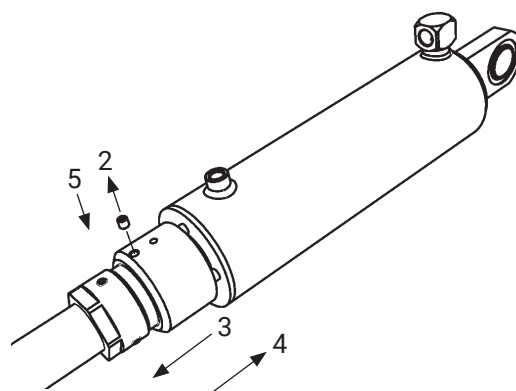

Bild 41. Anslag och dess låsskruv
2. Lossa anslagets låsskruv (2). Skruva anslaget helt tillbaka i riktning mot plattformen (3). Bild 41.
4. Justera anslaget helt mot cylinderns topp (4). Bild 41.